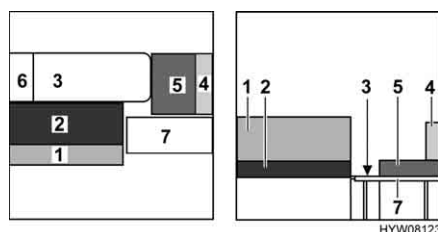

Fig. 68 Durante la trasformazione
- Fissare la piastra di supporto (Fig. 68,7).